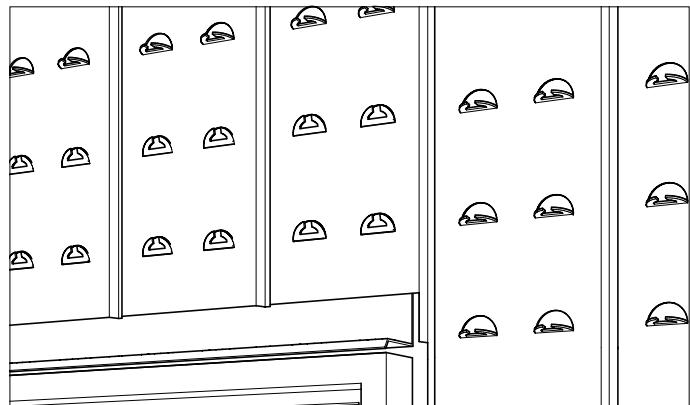

FIGURA 13
- Para crear una fila de soldado, aplane las filas de garras de sujeción que quedan detrás (pero no por encima o por debajo) de la fila de soldados de tal forma que el ladrillo quede plano contra el panel de soporte e instalar el ladrillo verticalmente siguiendo el procedimiento descrito anteriormente (vea Figura 13 y 14).